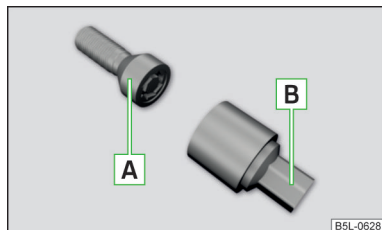

Fig. 183
I bulloni antifurto proteggono le ruote da un possibile furto. Questi possono essere **allentati/serrati** solo con l'estensione **B** » fig. 183.
- Infilare l'estensione **B** » fig. 183 fino all'arresto sul bullone antifurto **A**.
- Infilare a fondo la chiave per ruote sul bullone della ruota fino all'arresto. Per i bulloni antifurto utilizzare l'estensione corrispondente » fig. 183 a pag. 158.